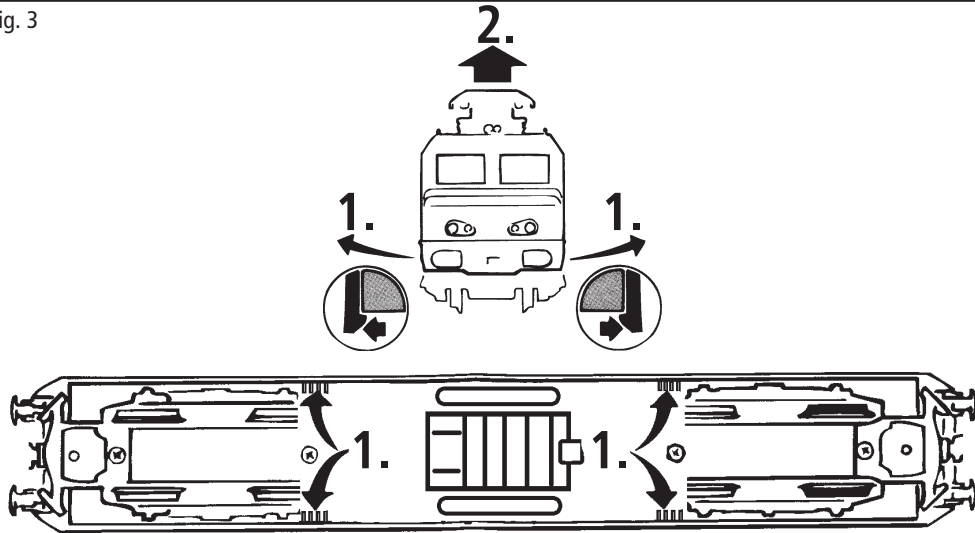

Fig. 4
**3. Haftreifenwechsel:** Zuerst den Getriebedeckel abnehmen (Fig. 4). Danach den **Radsatz** herausnehmen und die **Haftreifen** mit einer Nadel od. mit einem feinen Schraubendreher abziehen (Fig. 8). Beim Aufziehen der neuen Haftreifen darauf achten, dass diese sich nicht verdrehen.
**3. Change of traction tyre:** Remove the gear cover (fig. 4). Take out **wheel set** and remove **traction tyre** using a pin or a fine screwdriver (fig. 8). When pressing on the new traction tyre please **avoid twisting it**.
**3. Échange des bandages d'adhérence:** Démontez d'abord **le couvercle du carter des engrenages** des engrenages (fig. 4). Délogez ensuite les essieux bandagés et enlevez, à l'aide d'une aiguille ou d'un tourne-vis fin, les bandages d'adhérence (fig. 8). Lors du montage des nouveaux bandages veuillez veiller à ce que les bandages **ne soient pas tordus**.